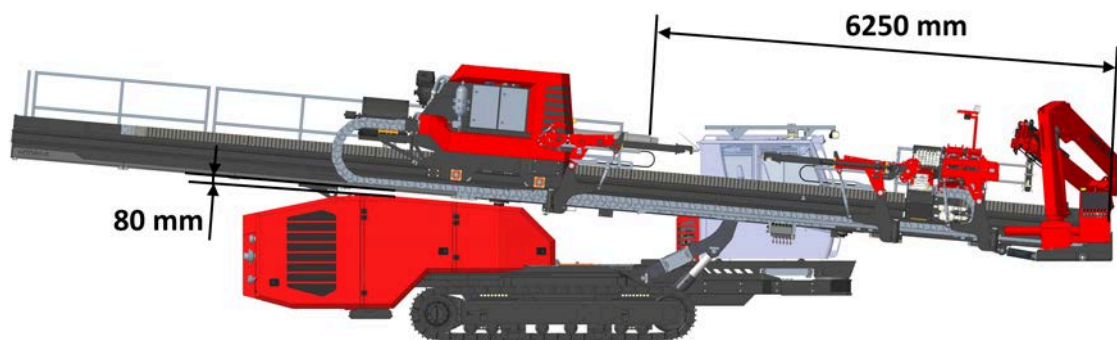

Abb. 7-8: Fahrposition
6. Bewegen Sie den Vorschubschlitten in die gezeigte Position (siehe Abb. 7-8 Fahrposition Seite 80).
14. Bewegen Sie den Mast in Fahrposition (siehe Abb. 7-8 Fahrposition Seite 80):
- Siehe Abb. 7-8 Fahrposition Seite 80
7. Bewegen Sie den Vorschubschlitten in die gezeigte Position (siehe *Abb. 7-8 Fahrposition Seite 80*), falls noch nicht geschehen.